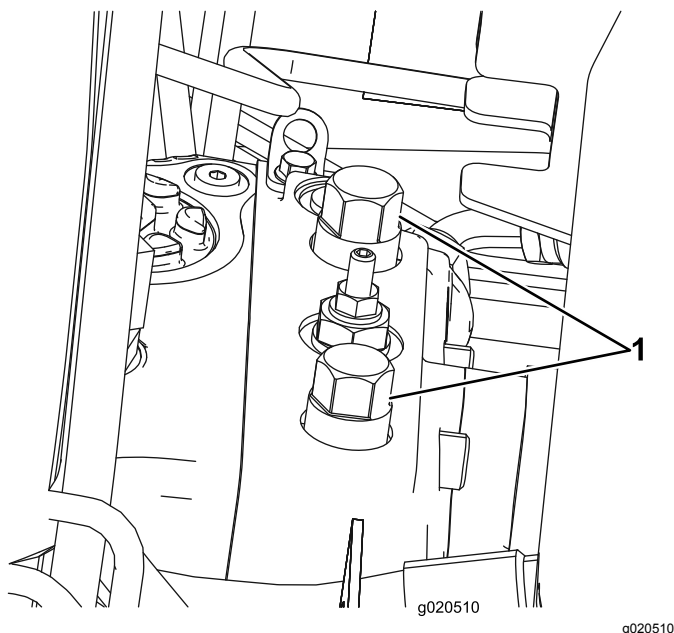

Figure 25
1. Ouvrez le capot et localisez les vannes de dérivation (Figure 25) au sommet de la pompe, derrière la batterie/les bacs de rangements.